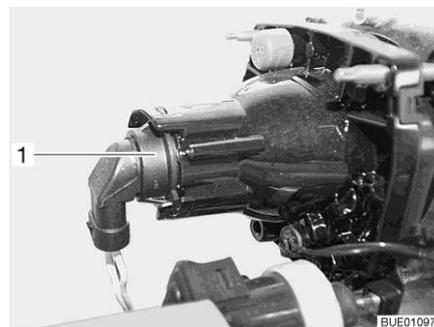

Fig. 218 Luz de cruce / luz larga / luz de estacionamiento
- Meter la mano detrás del portalámparas (Fig. 218,1).